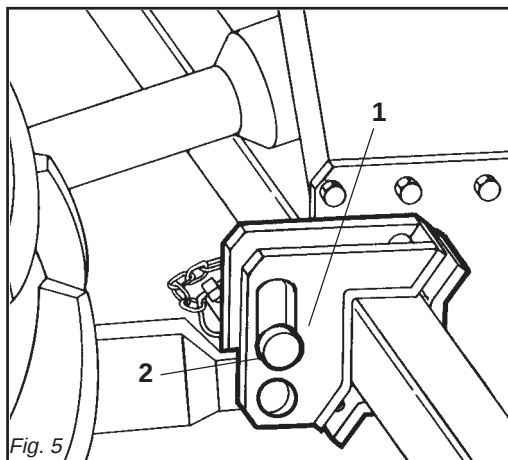

Fig. 5
In base alle dimensioni specifiche di questi 2 tipi di attacchi dei trattori è necessario determinare la posizione più favorevole della zappatrice spostando opportunamente sul tubo quadro le piastre (1 Fig. 5) e inserendo i perni (2 Fig. 5) nei fori corrispondenti al giusto diametro delle parallele del trattore.
Le piastre (1 Fig. 5) vanno montate sempre e solo come mostrato in Fig. 5 con i fori posizionati anteriormente al tubo quadro.
Depending on the precise dimensions of these two types of hitches, find the best position for the cultivator by moving the plates (1 Fig. 5) along the square tubular and inserting the pin (2 Fig. 5) in the holes corresponding to the correct diameter for the tractor's parallel arms.
The plates (1 fig. 5) must always and only be mounted as shown in Fig. 5 with the holes towards the front of the square tubular.
Aufgrund der spezifischen Abmessungen dieser beiden Schlepperanschlüsse kann man die günstigste Position der Hackfräse festlegen, indem man die Platten (1 Abb. 5) auf dem Vierkantrohr verschiebt und die Bolzen (2 Abb. 5) in die entsprechenden Bohrungen mit dem richtigen Durchmesser auf dem Schleppergestänge einsteckt.
Die Platten (1 Abb. 5) dürfen nur und ausschließlich so montiert werden, wie es in Abb. 5 gezeigt ist, nämlich mit den Bohrungen, die vor dem Vierkantrohr angeordnet sind. Der Hersteller haftet nicht für die Beschädigung der Hackfräse oder des Schleppers infolge der Nichtbeachtung dieser Angabe.
En fonction des dimensions spécifiques de ces deux types d'attelages des tracteurs il faut déterminer la position la plus favorable de la houe en déplaçant, sur le tube carré, les plaques (1 Fig. 5) et introduire les axes (2 Fig. 5) dans les trous correspondant au bon diamètre des parallèles du tracteur.
Les plaques (1 Fig. 5) doivent obligatoirement être montées comme illustré dans la Fig. 5 en utilisant les trous placés à l'avant du tube carré. Le constructeur décline toute responsabilité pour les ruptures sur la houe ou sur le tracteur dérivant de l'inobservation de cette prescription.
En relación a las dimensiones específicas de estos dos tipos de enganche de los tractores hace falta determinar la posición más favorable de la binadora desplazando oportunamente en el tubo cuadrado las placas (1 Fig. 5) e introduciendo los pernos (2 Fig. 5) en los orificios correspondientes al correcto diámetro de las paralelas del tractor.
Las placas (1 Fig. 5) deben ser montadas siempre y solamente según lo indicado en la Fig. 5 con los orificios posicionados delante del tubo cuadrado. La firma constructora no es responsable de rupturas en la binadora o en el tractor originadas por falta de respeto de esta indicación.
- 1 - Accostare le parallele del sollevatore ponendole all'interno delle piastre (1 Fig. 5), inserire il perno (2 Fig. 5) nel foro predisposto e bloccare con le copiglie a scatto.
- 1 - Near the lift bars, setting them in the most suitable plates (1 Fig. 5). Insert the pin (2 Fig. 5) into the relative hole and lock in place with the snap-in split pins.
- 1 - Die Lenker des Krafthebers annähern und in die am besten geeigneten Platten schieben (1 Abb. 5). Den Bolzen (2 Abb. 5) in das Loch stecken und mit dem einrastenden Splint blockieren.
- 1 - Approchez les barres du relevage en les plaçant à l'intérieur des plaques les plus appropriées (1 Fig. 5), introduisez l'axe (2 Fig. 5) dans le trou correspondant et bloquez par les goupilles à encastrement.
- 1 - Acercar las barras del elevador poniéndolas dentro de las placas más indicadas (1 Fig. 5), introducir el perno (2 Fig. 5) en el orificio y bloquear con los pasadores de resorte.